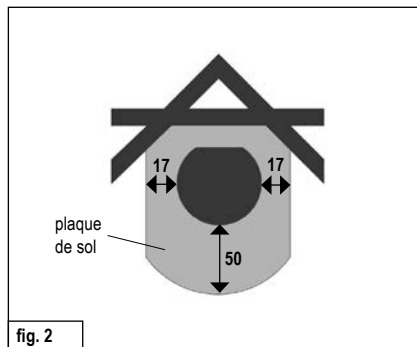

fig. 2
**La taille de cette plaque de sol doit dépasser le tracé du poêle-cheminée d'au moins 50 cm devant et d'au moins 17 cm sur les côtés (fig. 2).**